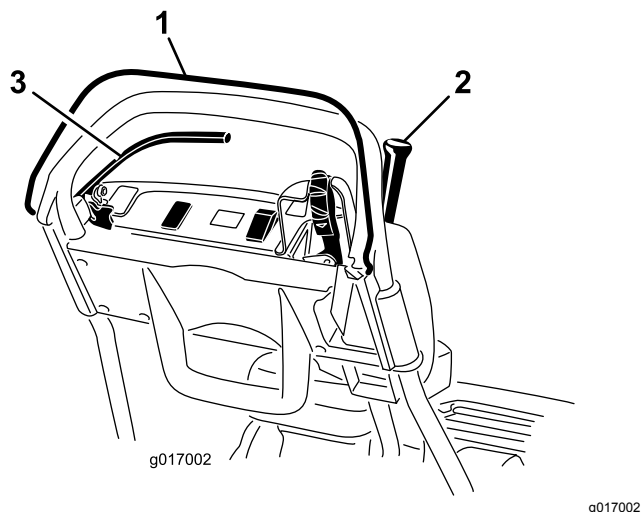

Figura 34
3. Com o CPO solto, tente acionar a alavanca de tração (Figura 34). A alavanca de tração não deve engatar. Se a alavanca de tração engatar, o sistema de segurança precisa de ser inspecionado. Corrija o problema antes de utilizar a máquina; consulte Manutenção do interruptor de segurança de tração (página 36).
4. Com o CPO carregado e a alavanca de tração acionada, solte o CPO (Figura 34). A alavanca de tração deve desengatar. Se a alavanca de tração não desengatar, o sistema de segurança precisa de ser inspecionado. Corrija o problema antes de utilizar a máquina. Consulte Manutenção do interruptor de segurança de tração (página 36) ou Ajustar o controlo do cilindro (página 40).
5. Com o CPO carregado e alavanca de mudanças para a esquerda, ative a tração e a transmissão do cilindro e solte o CPO (Figura 34). A alavanca de tração deve desengatar. Se a alavanca de tração não desengatar, o sistema de segurança precisa de ser inspecionado. Corrija o problema antes de utilizar a máquina; consulte Manutenção do interruptor de segurança de tração (página 36) ou Ajustar o controlo do cilindro (página 40).